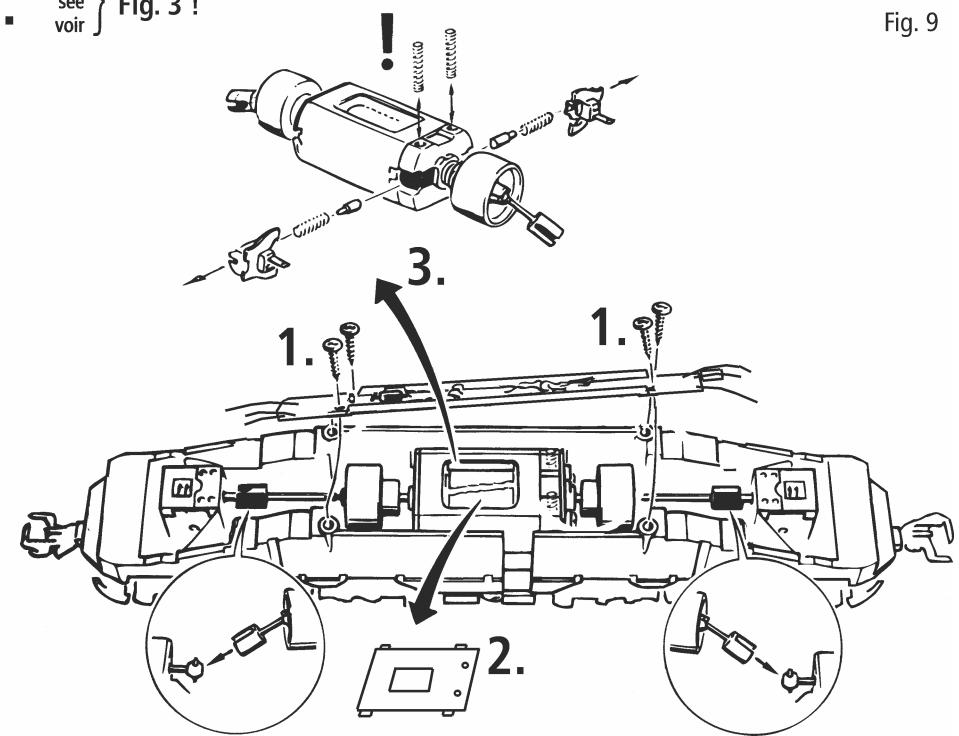
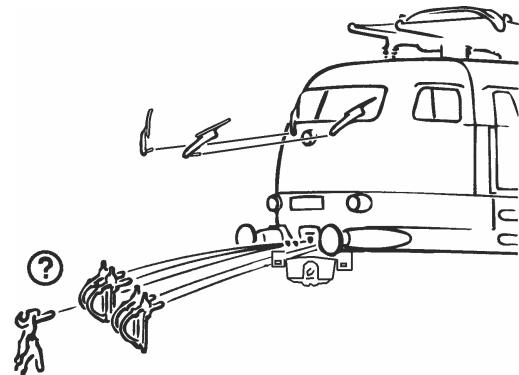

Fig. 9
Fig. 3
2. Schmierung: Versehen Sie die im Schmierplan in Fig. 8 gekennzeichneten Stellen mit nur **kleinen Öltröpfen**. Dazu zuerst das Lokgehäuse abnehmen (Fig. 3). Wir empfehlen den **ROCO-Öler** Art. Nr. **10906**. Zur Schmierung der Getriebeteile (Zahnräder, Schnecke - Fig. 4) empfehlen wir das **ROCO-Spezialfett 10905**. Im Falle der Schmierung diese Teile bitte nicht ölen.
4. Kohlebürstenwechsel: Lokgehäuse abnehmen (Fig. 3). Danach wird der **Motor ausgebaut** und die **Kohlebürsten ausgewechselt** (Fig. 9).
4. Remplacement des balais du moteur: Démontez la caisse (voir fig 3). Démontez ensuite le moteur et échangez le balais (fig. 9).
2. Lubrication: Apply **tiny oil drops** to spots marked in fig. 8. Prior to lubrication dismantle locomotive (fig. 3). We recommend using item no 10906, **Roco oiler**. For lubrication the gear-parts (e.g. cog-wheels, worm - fig. 4) we would recommend our **Roco special grease** (item No. 10905).
4. Carbon Brush Changing: First remove loco body (fig. 3), and then the **motor** (fig. 9).
voir } Fig. 3 !
1. siehe } Fig. 3 !